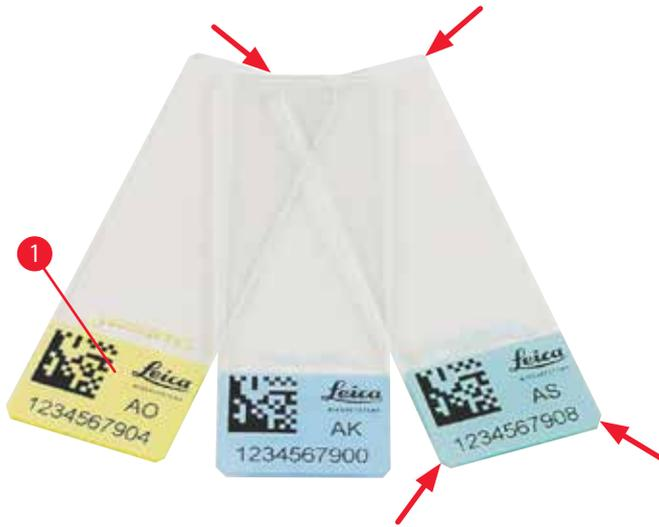

图 4
只有带彩色打印边缘 (→ "图 4-1") 的标准样品载玻片才能在 Leica IPS (→ "图 4") 中打印。
- 为减少玻璃残渣量和出现机械故障的危险，只能使用剪切角载玻片(每个角的角度都为45°，(→ "图 4"))。